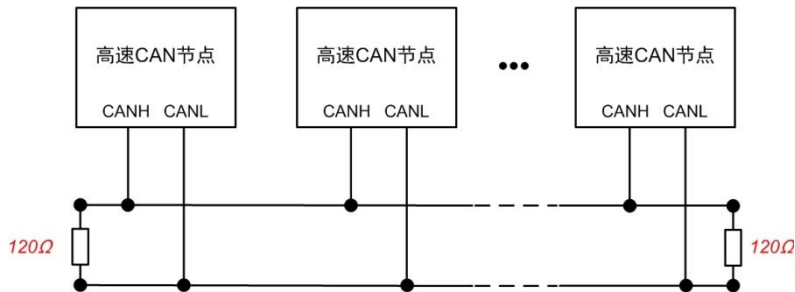

图 3.4 高速 CAN(FD)典型网络连接示意图
CAN(FD) 总线采用平衡传输。ISO11898-2 规定：在高速 CAN(FD)网络中，需要在网络终端节点处接入 120Ω 终端电阻，用于消除总线上的信号反射，避免信号失真。高速 CAN(FD)网络拓扑如图 3.4 所示。